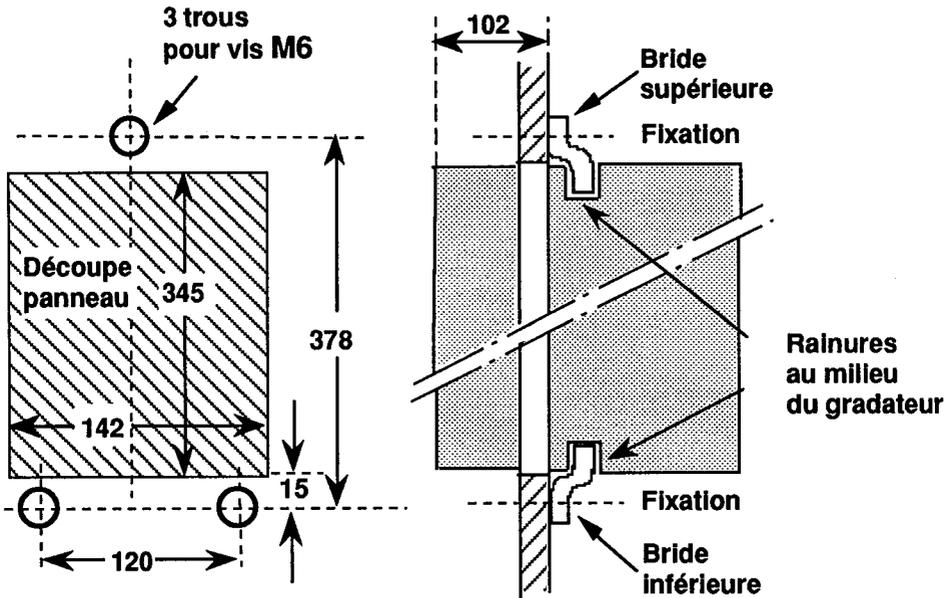

Figure 2.2. Cotes de perçage, découpe et fixation du gradateur non ventilé
- a. Fixer la bride inférieure sur le panneau par **deux vis M6** en respectant les cotes de perçage données (fig.2.2).